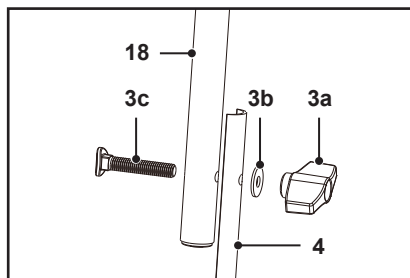

Fig. 2
4. Aliniaza găurile barei mânerului superior (18) cu bara mânerului inferior (4). Trece șurubul (3c) prin bara mânerului superior (18), partea superioară a barei mânerului inferior (4) și prin șaibă (3b) (Fig. 2) până la capăt. Strânge ansamblul cu piulița de blocare (3a) (Fig. 2).